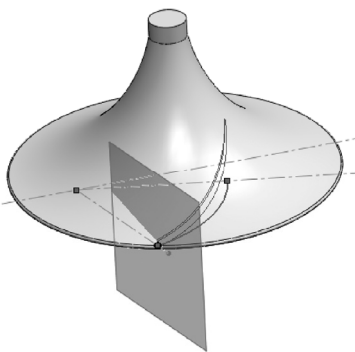

图 4-28 创建基准面操作
STEP 10 单击“特征”工具栏中的“基准面”按钮，以经过 **STEP 5** 所绘制草图的一个端点且垂直于 **STEP 5** 所绘制圆弧的方式创建一基准面，如图 4-28 所示。